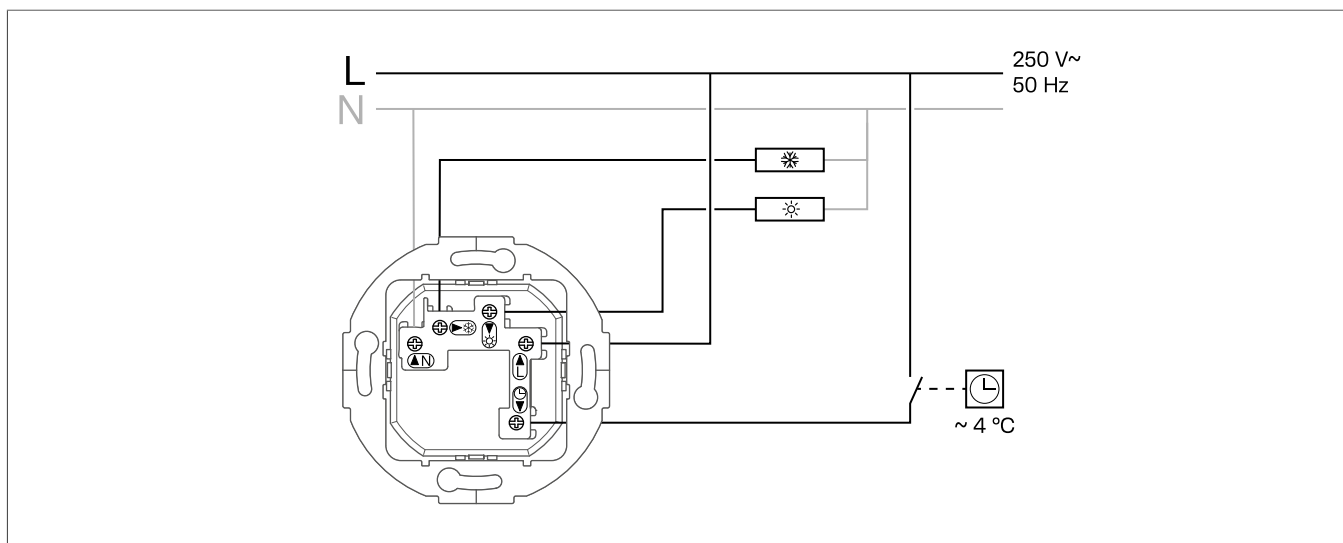
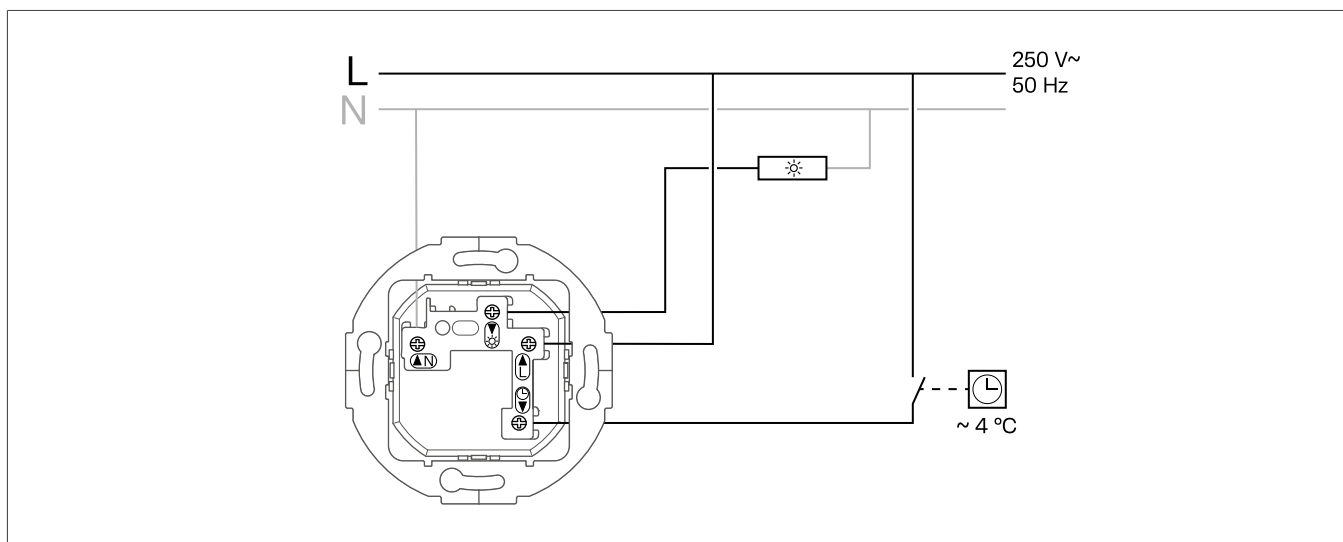

Fig. 4: Anslutningsschema för rumstermostat, omkopplingskontakt
Fig. 5: Anslutningsschema för rumstermostat, NC-kontakt
- 1 Anslut termostaten (1) enligt anslutningsschemat (Fig. 4 eller Fig. 5).